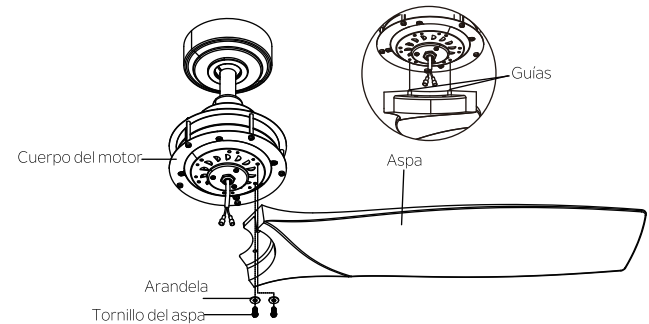

Fig. 17
**Paso 1.** Sujete levemente el aspa al cuerpo del motor con arandelas y tornillos proporcionados en el paquete de piezas metálicas de acoplamiento de las aspas. Luego, ajuste bien después de haber acoplado los dos tornillos. (Fig. 17).
**NOTA:** Las aspas cuentan con guías que contribuyen a su alineación con el cuerpo del motor. (Fig. 17).